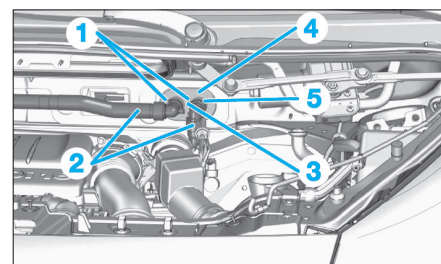

Fig. 13
- les agrafes de verrouillage (1) (Fig.13).
- Désaccoupler les durits (2) de l'aérotherme.